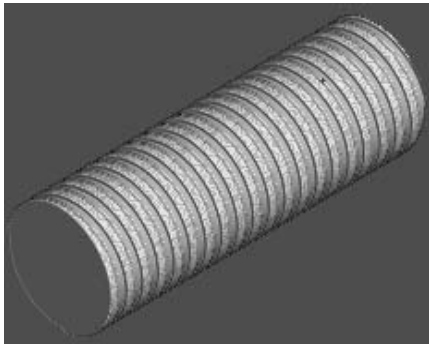

图 4-96 仿真加工结果 2
2) 在“仿真”工具栏的“当前刀具路径”下拉列表中选择要模拟的刀具路径 finish2, 然后单击“执行”按钮 , 系统开始自动仿真加工, 仿真加工结果如图 4-96 所示。